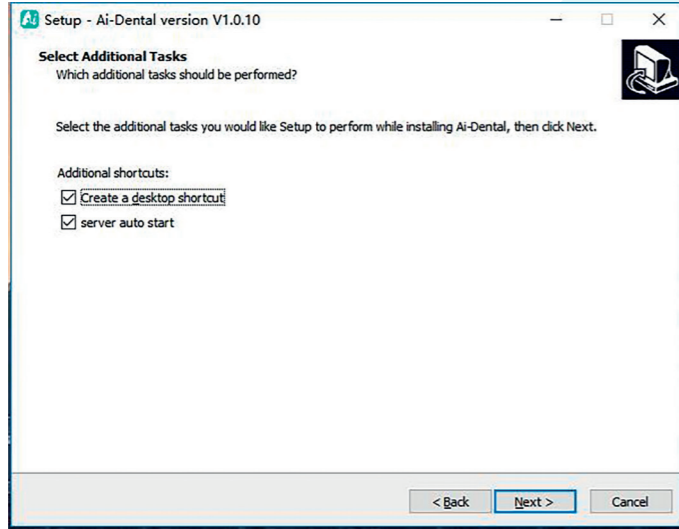

Figura 7
4.1.6 Configure si desea crear un acceso directo en el escritorio y el inicio automático del servidor, haga clic en el botón «Siguiente» después de completar, como se muestra en la Figura 7: